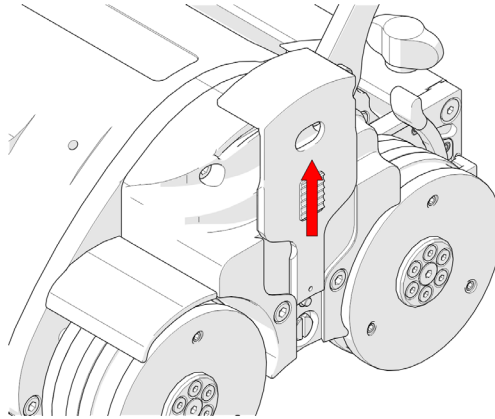

Abbildung 2-17 Anheben der Halterung von Hand
1. Drücken Sie vorsichtig auf die Rillen des Kabelhalters und heben Sie ihn an (siehe Abbildung 2-17 auf Seite 58).